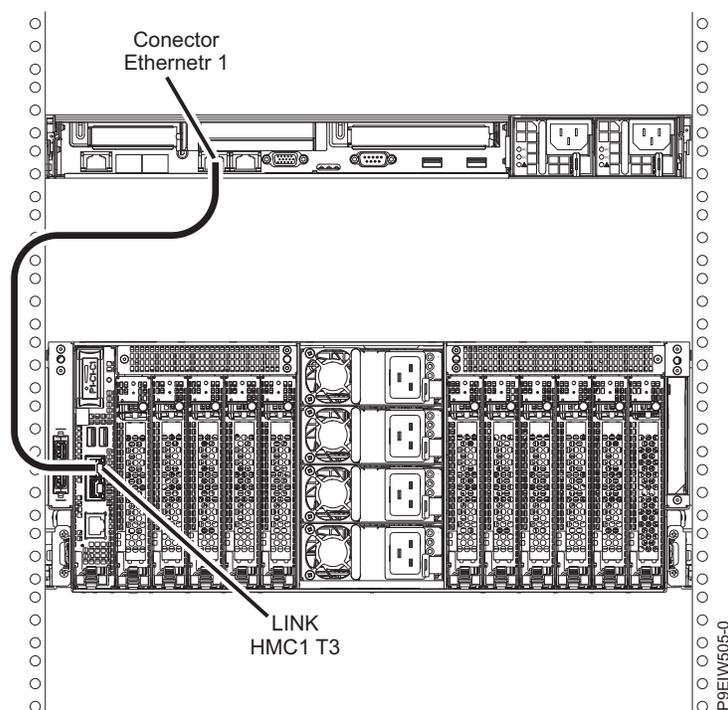

Figura 26. Conectando diretamente o HMC ao sistema gerenciado
1. Se você deseja conectar diretamente seu HMC ao sistema gerenciado, conecte o **Conector Ethernet 1** no HMC à porta **HMC1 (T3)** no sistema gerenciado, como mostrado na Figura 26